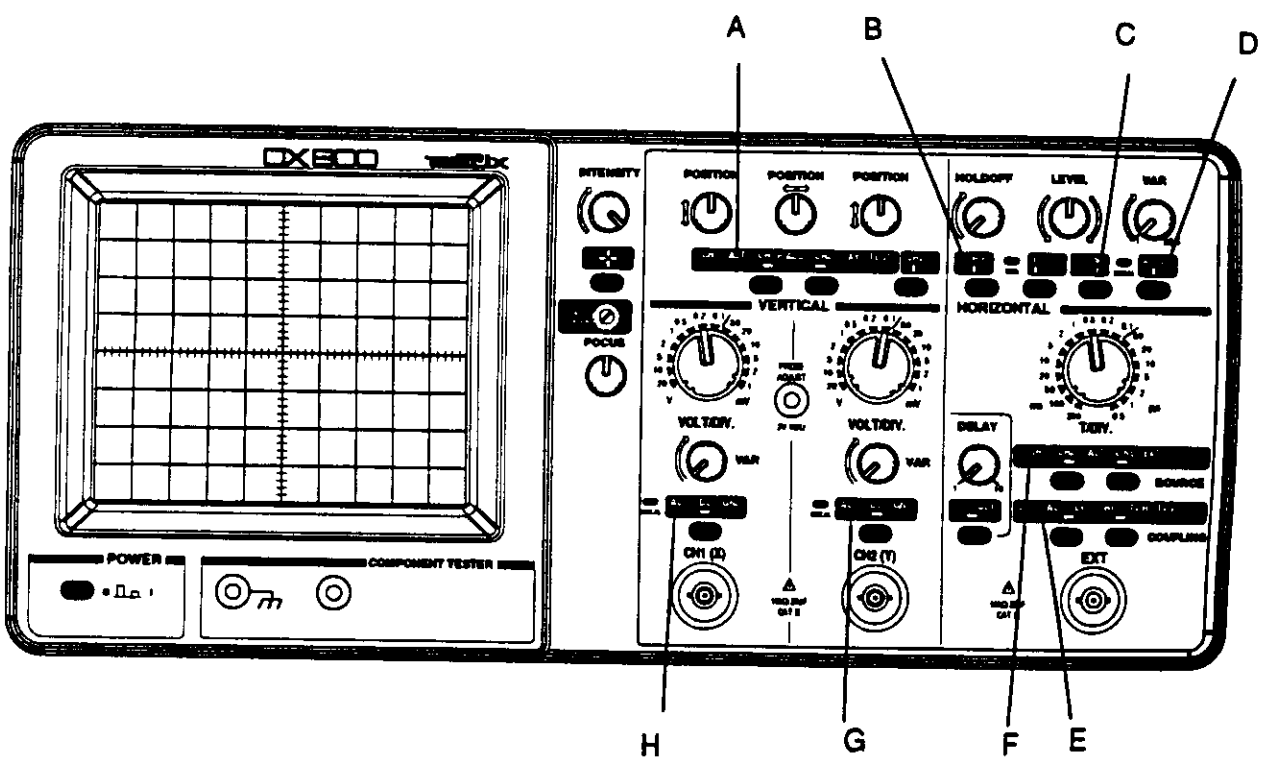

Figure 2
- Enfoncer la touche POWER (37) : la dernière configuration mémorisée est restituée
- Au moyen des touches fugitives, sélectionner les fonctions indiquées par la figure 2 (voyants A à H allumés).